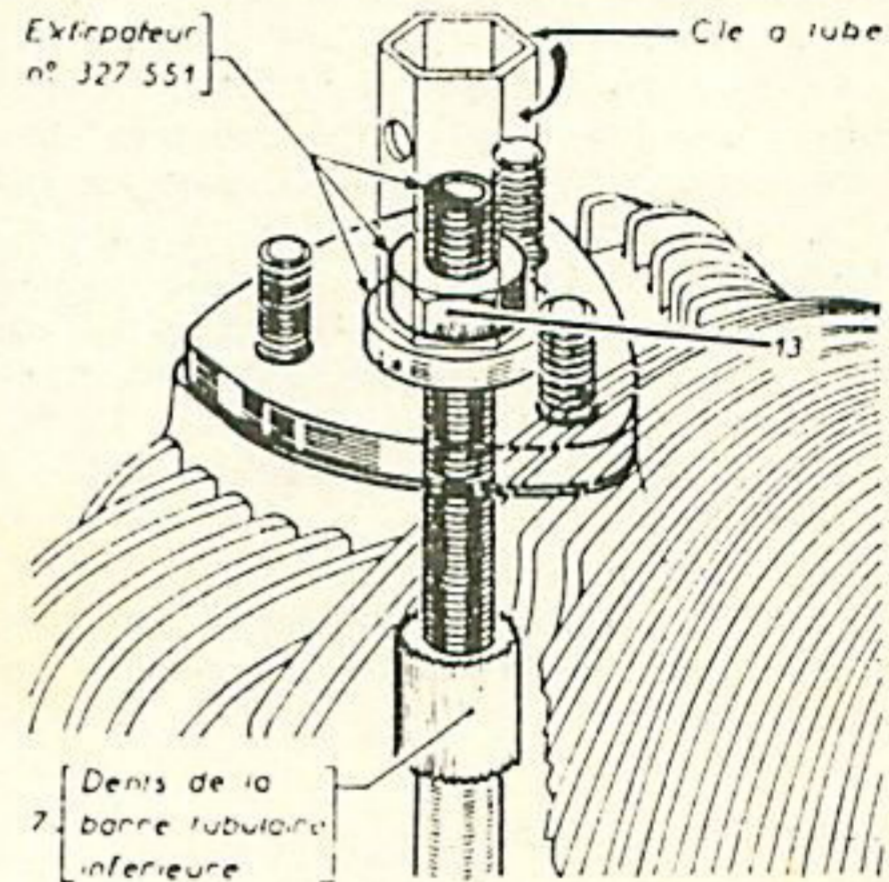

Fig. 17 B. — Montage de l'extracteur des barres de rappel.
intérieures (4) viendront se loger dans la gorge (2) de la barre centrale, puis laisser la clé revenir. Les barres ne seront donc plus sous tension, et on pourra les extraire facilement l'une après l'autre, la barre inférieure pouvant sortir à l'aide de l'extracteur (13) (fig. 17 B).